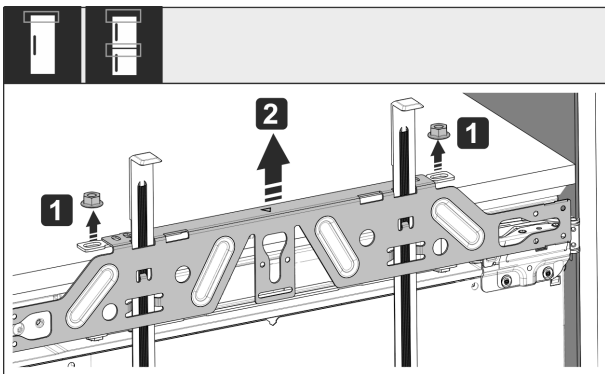

Fig. 51
- ▶ Otpustite protumatice Fig. 51 (1).
- ▶ Skinite Fig. 51 (2) pričvrsnu poprečnu letvicu.